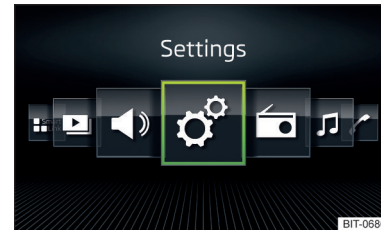

Abb. 129
- › Die Option **Raster-Anzeige** » **Abb. 128** oder **Horizont. Anzeige** » **Abb. 129** wählen.